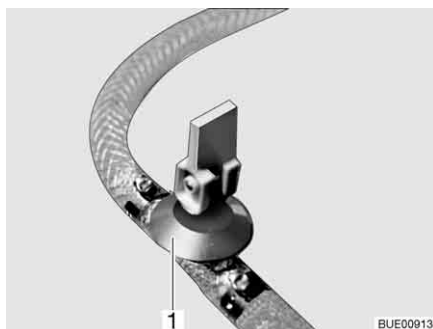
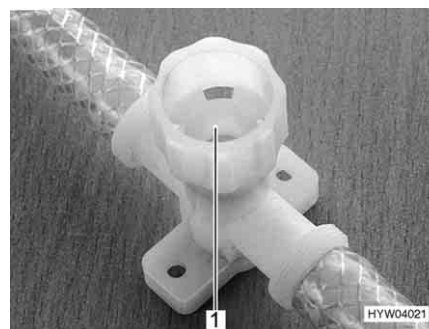

Fig. 244 Robinet de vidange (avec levier à bascule)
Fig. 245 Robinet de vidange (avec capuchon tournant)
- Ouvrir tous les robinets de vidange. Placer pour ce faire le levier à bascule (Fig. 244,1) à la verticale ou faire tourner le capuchon du robinet de vidange (Fig. 245,1) dans le sens inverse des aiguilles d'une montre.